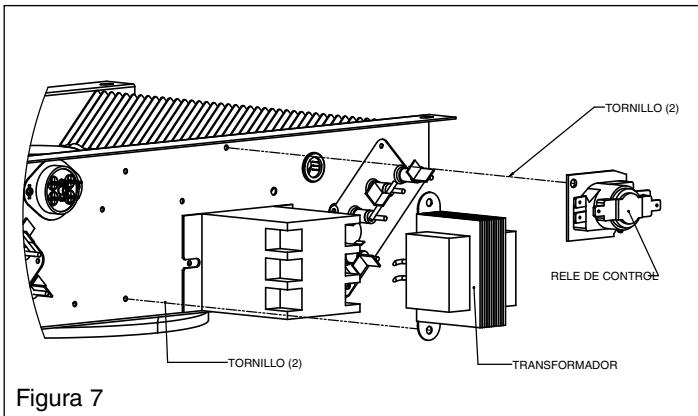

Figura 7
- Instale el Transformador y el Relé según se muestra en la Figura 7.
- Instale el transformador y relé (FIR-TR4-Z OR FIR-TR7-Z) como se muestra en la Figura 7. como se muestra en la Figura 7.